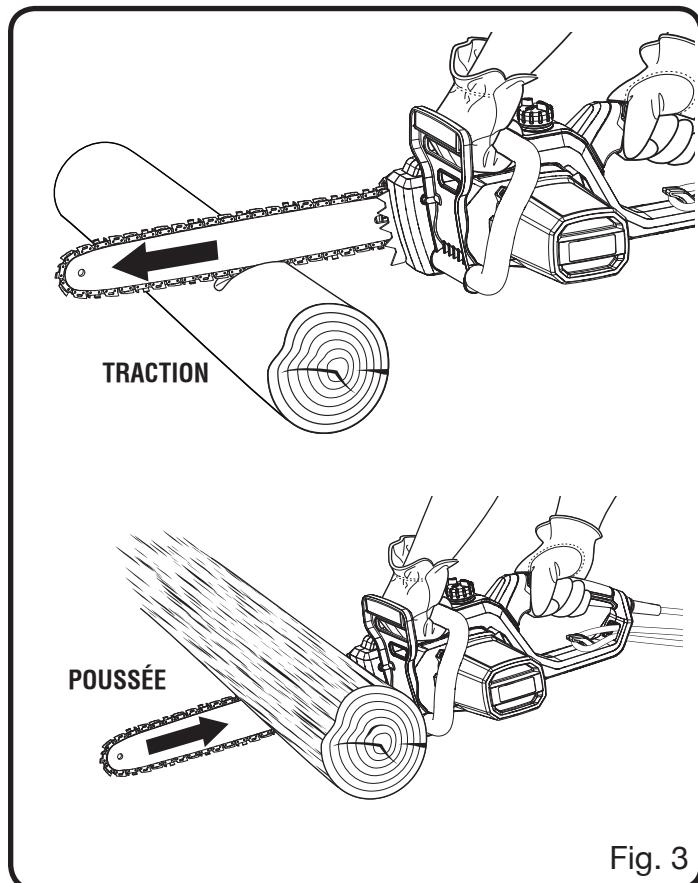

Fig. 3
- Poussée et traction - La force de réaction s'exerce toujours dans le sens opposé à la rotation de la chaîne, au point de contact avec le bois. Par conséquent, l'opérateur doit être prêt à contrôler la TRACTION lorsque la coupe est effectuée avec le bas du guide et la POUSSÉE lorsque la coupe est effectuée avec le haut du guide. *Voir la figure 3.*